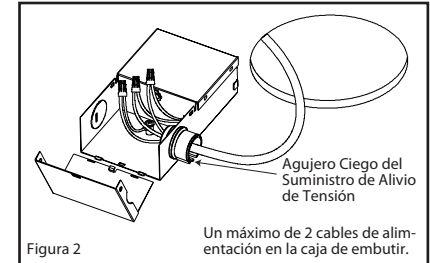

Figura 2
3. Lleve el alivio de tensión del cable de alimentación a la caja de embutir a través de los agujeros ciegos en el panel lateral. Usa los conectores para cables para conectar el cable blanco de la línea de alimentación con el cable blanco de la caja de conexiones. Haga que coincida con el cable negro de la línea se alimenta con el cable negro de la caja de conexiones. Y haga que coincide el cable de cobre de la alimentación de línea con el cable verde de la caja de conexiones. (Figura 2)